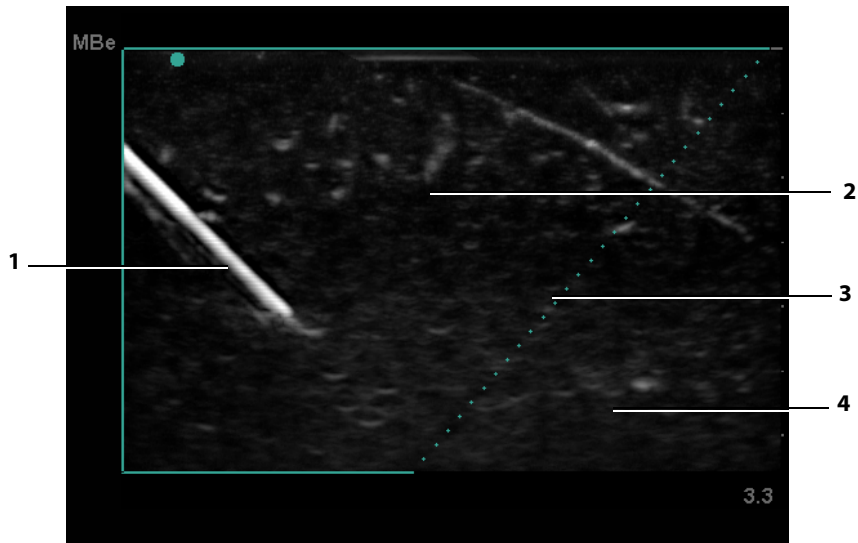

Abbildung 2 Bild mit eingeschalteter MBe-Funktion (linearer Schallkopf)
- Bitte beachten Sie, dass lineare Strukturen nur in dem Teil des Bilds verbessert dargestellt werden, der durch einen Umriss gekennzeichnet ist. Der Bereich außerhalb des Umrisses bleibt unverändert (siehe Abbildung 2).
MBe Schaltet die SonoMBe-Bildgebung ein, die eine verbesserte Darstellung linearer Strukturen innerhalb eines ausgewählten Winkelbereichs ermöglicht und die Nadelführung bei der Positionierung von Kathetern und Nervenblockaden vereinfacht. Der betroffene Bereich wird durch einen Umriss mit drei oder vier Seiten gekennzeichnet (siehe Abbildung 2).